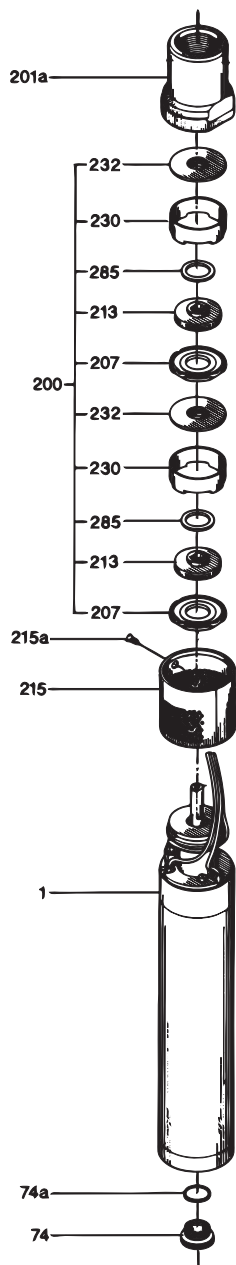

Fig. 16 Componenti della pompa
Procedura (vedere fig. 16):
7. Premere il corpo pompa (pos. 201a) sulle parti soggette ad usura con le giranti (pos. 200) e avvitarlo sull'interconnettore di aspirazione sul motore (pos. 1). Vedere fig. 16.
9. Montare il filtro (pos. 215) sul corpo pompa e premerlo contro il motore. Ruotare il filtro a destra in modo tale che il foro del filtro e quello del corpo pompa si trovino nella stessa posizione.
10. Serrare la vite (pos. 215a).